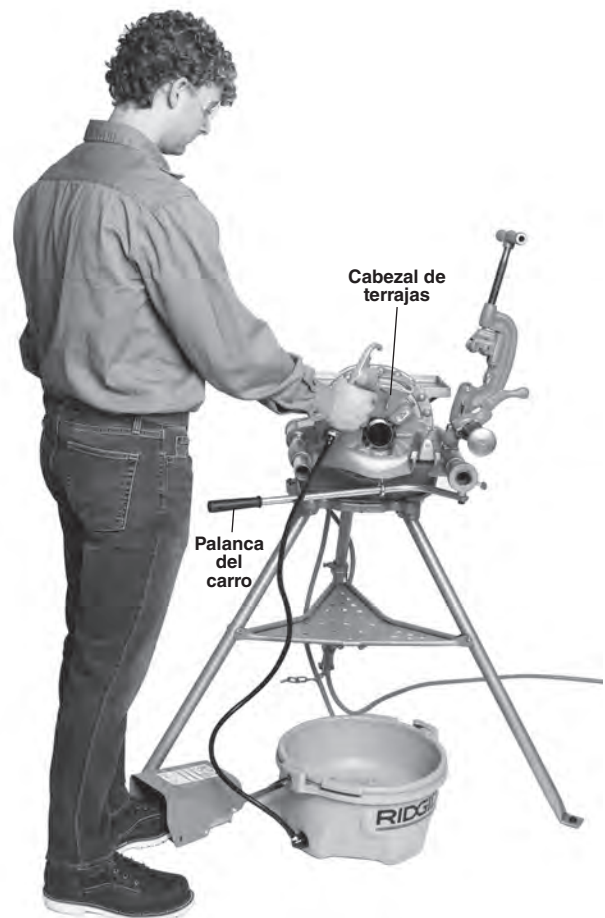

Figura 23 – Posición de trabajo correcta para roscar un tubo con cabezal de terrajas
6. Mueva la palanca del carro para adosar el cabezal de terrajas al extremo del tubo (Figura 23). Aplique una fuerza leve a la palanca del carro para enclavar el cabezal de terrajas en el tubo. Una vez que el cabezal de terrajas empiece a labrar la rosca en el tubo, no es necesario seguir aplicando fuerza a la palanca del carro.
1. Sostenga el mango de la roscadora contra la parte de debajo de la barra de soporte del lado del conmutador. Para evitar pellizcos, no introduzca la mano ni los dedos entre el mango de la roscadora y la barra de soporte. Vea la posición de trabajo correcta en la Figura 23.